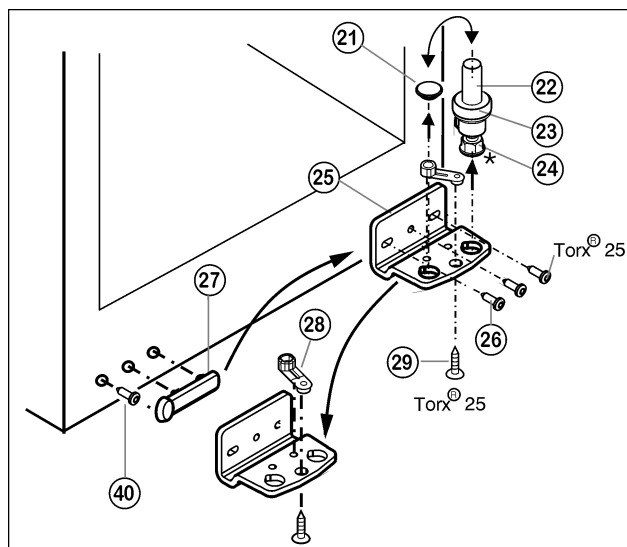

Fig. 5
- Lejebolten Fig. 5 (22) trækkes ud opadtil komplet med plade Fig. 5 (23) og skruefod\* Fig. 5 (24).
- Løft Fig. 5 (21) proppen.
- Lejekonsollen Fig. 5 (25) skrues af Fig. 5 (26).
- Lejedelen Fig. 5 (28) skrues af Fig. 5 (29) og sættes i det overfor liggende hul i lejekonsollen, skru så fast igen.
- Løft forsigtigt afdækningen på håndtagets side Fig. 5 (27), drej skruen Fig. 5 (40) ud og flyt begge dele til den modsatte side.
- ▶ Lejekonsollen *Fig. 5 (25)* skrues fast igen på den nye hængselside om nødvendigt ved hjælp af en akkuskruetrækker (**med 4 Nm**).
- ▶ Sæt igen proppen *Fig. 5 (21)* i det andet hul.
- ▶ Lejebolten *Fig. 5 (22)* sættes ind igen komplet med plade og skruefod\*. Vær herved opmærksom på, at tappen peger bagud.
- ▶ Sæt døren oppefra på lejebolten forinden *Fig. 5 (22)*.
- ▶ Sæt øverste lejekonsol (12) i døren på den nye hængselside.
- ▶ Den øverste lejekonsol skrues (12) fast (**med 4 Nm**) (2 gange Torx® 25) (13). Stik eventuelt skruehullerne i forvejen eller brug en akkuskruetrækker.
- ▶ Sæt afdækning (10) og afdækning (11) i på den modsatte side, så de går i hak.
- ▶ Justér døren, eventuelt vha. de to langhuller i lejebukken forinden *Fig. 5 (25)*, så den flugter i forhold til apparatkabinettet. Drej til dette formål den midterste skrue ud.